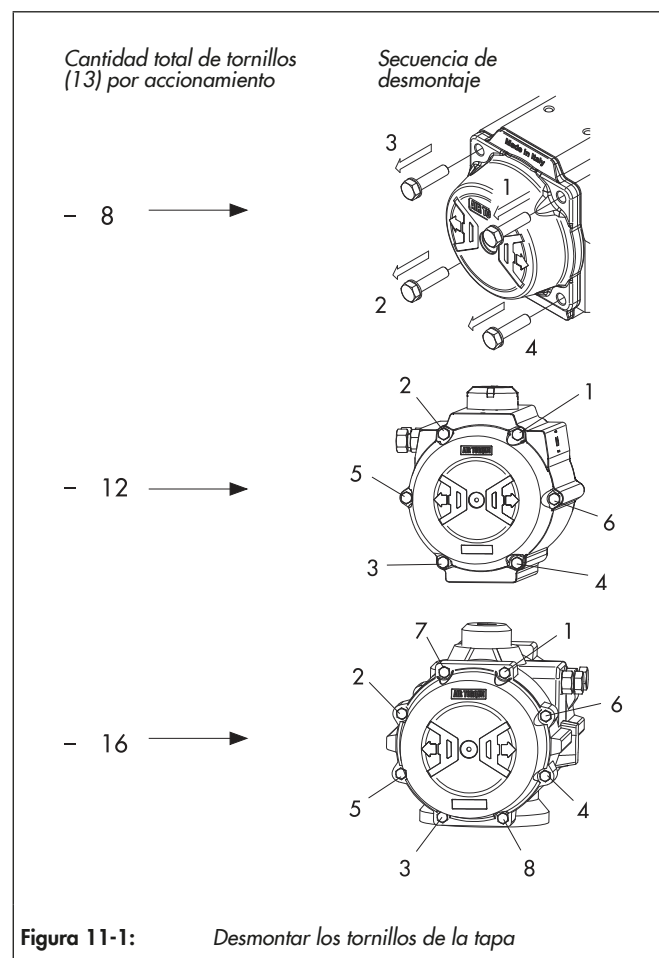

Figura 11-1: Desmontar los tornillos de la tapa
- ⇒ Observe la secuencia de desmontaje de los tornillos de la tapa; consulte la Figura 11-1.
⇒ Libere la compresión de los resortes. Afloje parcialmente cada tornillo de la tapa (13) desenroscándolo una vuelta cada vez según la secuencia mostrada en la Figura 11-1 en el número de vueltas que se indica en la Tabla 11-1.